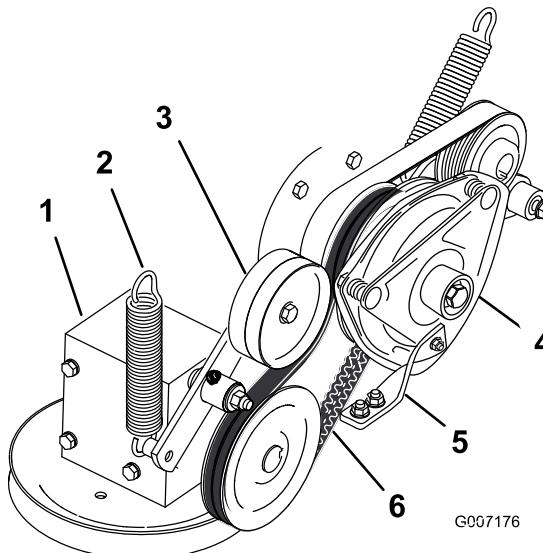

Bild 86
4. Entfernen Sie die Feder vom Spannarm (Bild 86).
7. Verlegen Sie den neuen Zapfwellen-Treibriemen um die Kupplungs- und Getriebespansscheibe (Bild 86).
9. Haken Sie die Feder wieder in den Spannarm ein (Bild 86).